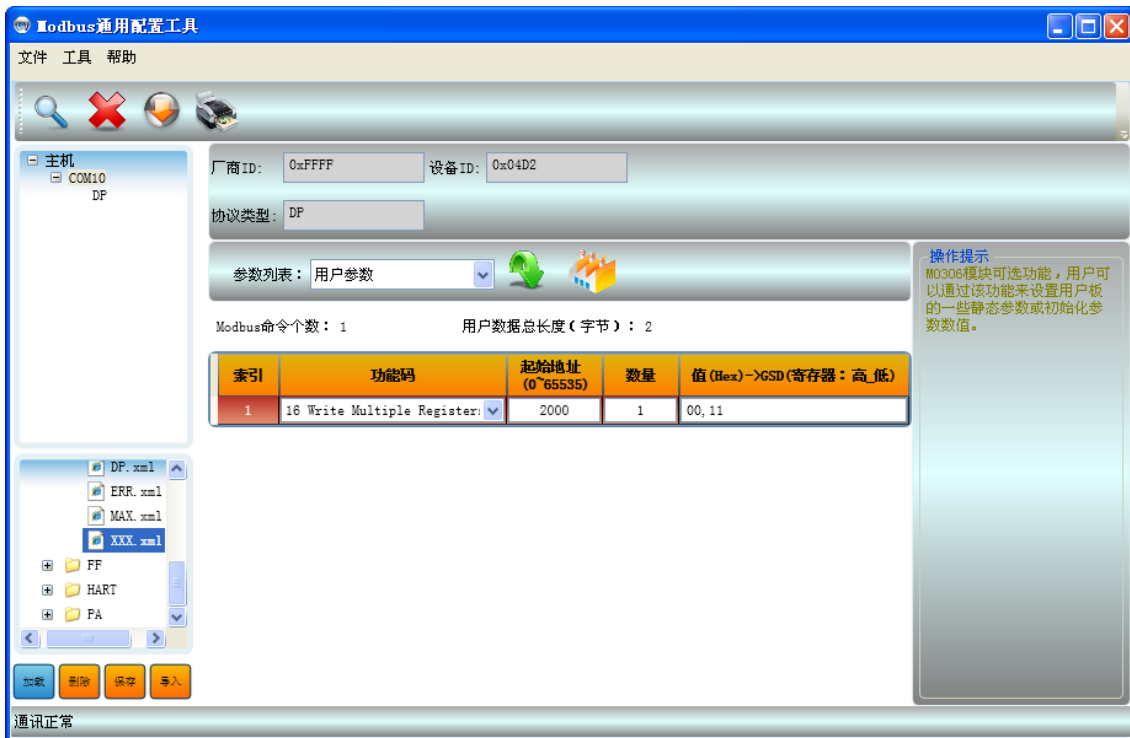

图 4.22 选择配置文件
- 1) 展开“文件库”中“DP”类别中的配置文件，选择一份配置文件，如上文保存的“XXX”，如下图 4.22 所示：